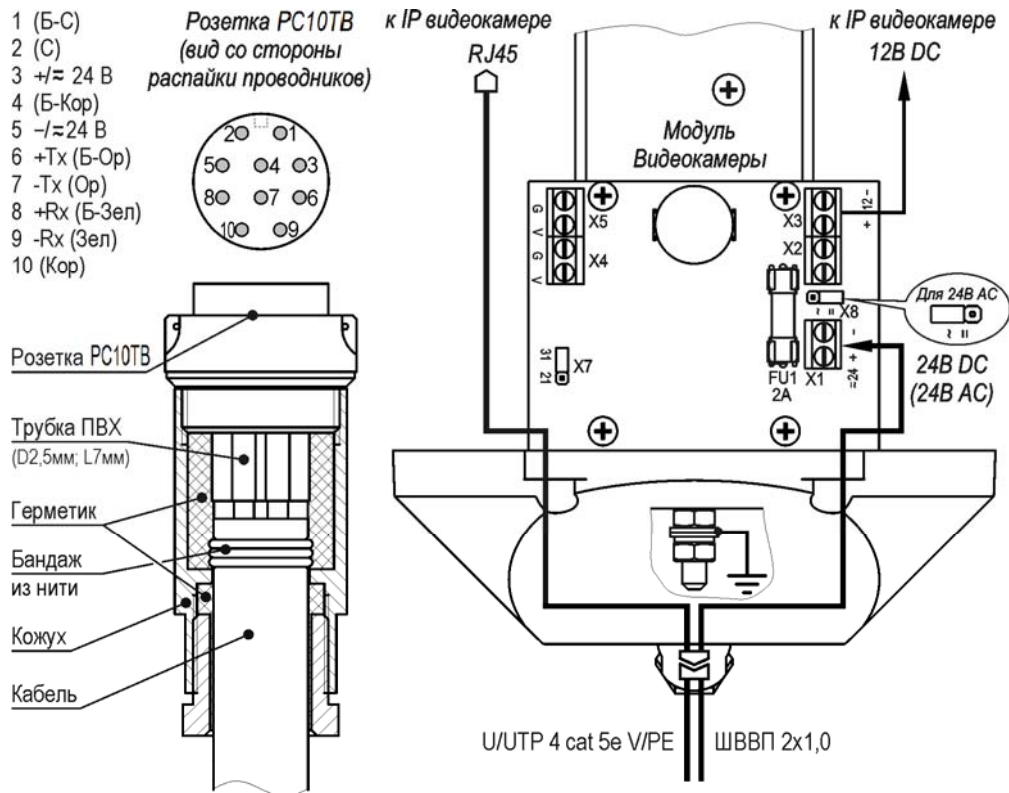

Рис.2 Распайка разъёма PC10TV и схема подключения IP-видеокамеры
1. Распаять ответную часть разъема PC10TV согласно требованиям к электромонтажу в соответствии с рис.2. После распайки разъем заполнить герметиком кремнийорганическим.
4. При необходимости изменить напряжение питания гермобокса или мощности обогрева, выкрутить 4 винта крепления задней крышки гермобокса, выдвинуть модуль видеокамеры из кожуха и установить джамперы X7 и X8 в нужное положение (рис.2). Установить модуль видеокамеры обратно в кожух. Закрутить 4 винта крепления задней крышки.
– Х7 в положение «31» - мощность обогрева 31 Вт, для изменения мощности на 21 Вт джампер Х7 необходимо переставить в положение «21» (см. рис.2);
– джампер Х8 установлен в положение «=» – напряжение питания 24В DC, для питания гермовокса переменным напряжением 24В необходимо переставить джампер Х8 в положение «~» (см. рис.2).